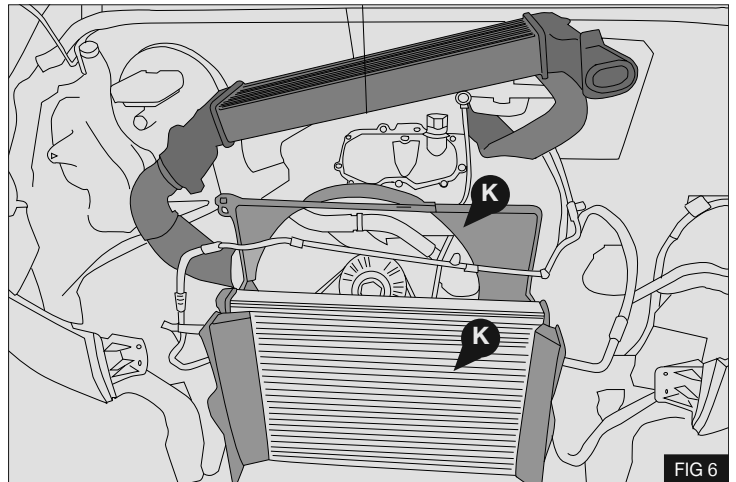

FIG 6
12. Mueva con cuidado el intercambiador térmico de turbocompresor y manténgalo en la posición mostrada - Fig 6
13. Desconecte y extraiga el resto de componentes del sistema de refrigeración **K** - Fig 6.